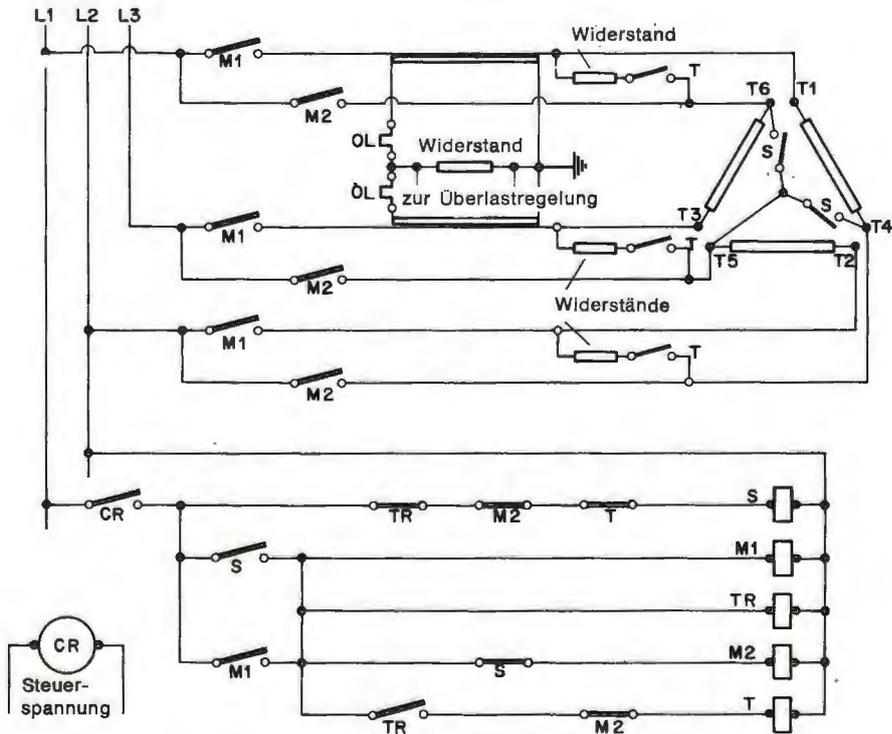

Abb. 5-8 Geschlossener Stern-Dreieck-Anlauf (bis 600 Volt)
Die Arbeitsweise dieser Schaltung (Abb. 5-8) ist ähnlich wie die der offenen Stern-Dreieck-Schaltung, nur daß zusätzlich ein Schutz gegen die hohe Stromspitze beim Umschalten von „Stern“ auf „Dreieck“ eingebaut ist. Die Umschaltstromspitze wird durch extern eingefügte Widerstände begrenzt, die in Serie (Reihe) mit der Motorwicklung geschaltet sind. Das Kontrollrelais (CR) zieht an, wenn der Startknopf gedrückt wird und alle Betriebs- und Sicherheitsschalter geschlossen sind. Die normalerweise offenen Kontakte (CR) schließen den Stromkreis zum Relais (S), die Hauptkontakte schließen. Damit ist der gemeinsame Nullpunkt der Stern-Schaltung im Anlasser gebildet. Die Hilfskontakte (S) schließen den Stromkreis zur Spule (M1) und zum Zeitrelais (TR) und öffnen den Stromkreis zur Spule (M2). Die Spule (M1) zieht an und schließt die Hauptkontakte; an einer Seite jeder Motorwick-